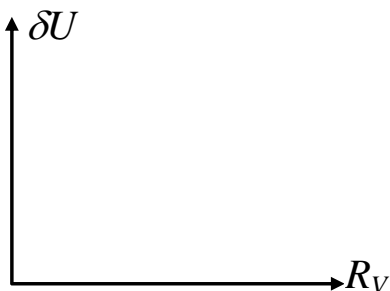

Рисунок 4.6
2. Для изменения внутреннего сопротивления вольтметра необходимо щелкнуть по его изображению на схеме и перейти в окно «*Voltmeter Properties*» и установить там необходимое значение внутреннего сопротивления (рисунок 4.6).